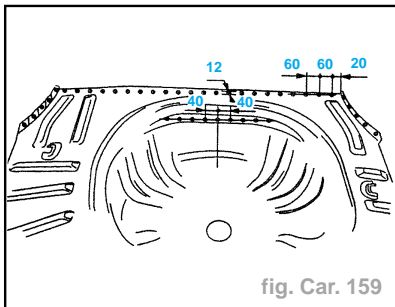

fig. Car. 159
- Tracer puis percer à un diamètre **6,5 mm** pour soudage ultérieur par points bouchons (fig. Car. 159).